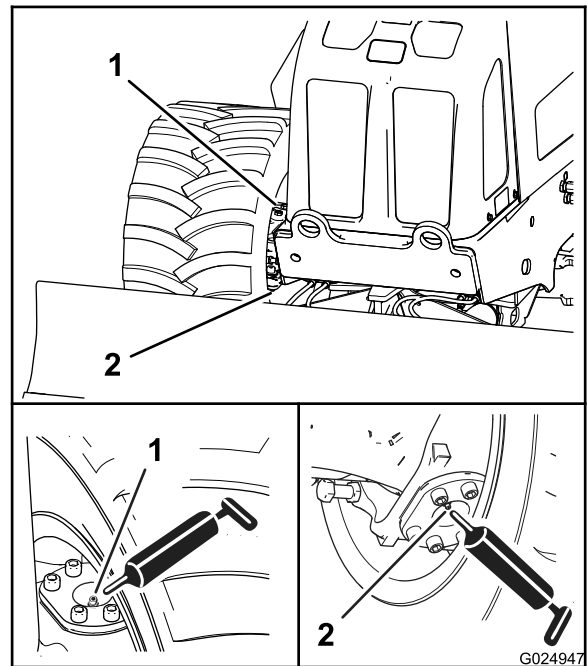
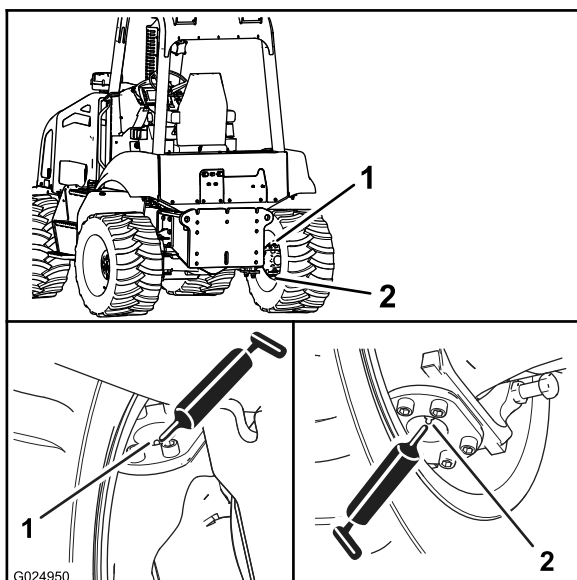

Figure 59
Figure 60
2. Raccordez une pompe à graisse aux graisseurs des pivots supérieur et inférieur, et injectez 2 ou 3 jets de graisse dans chaque graisseur (Figure 59 et Figure 60).